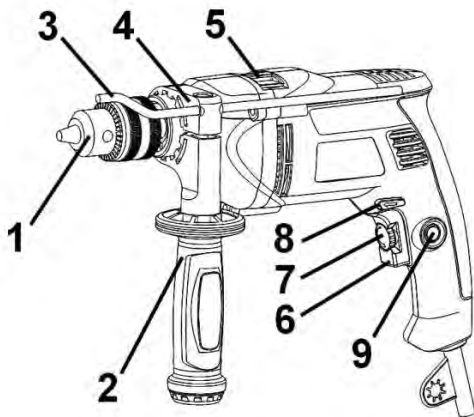

Рисунок 1
2.3.1 Виріб має два режими роботи: ударно-обертальний і обертальний. Перемикання режимів роботи виробу здійснюється переведенням перемикача (5) (див. рис.1) з одного крайнього положення в інше у бік відповідного символу режиму роботи:
- Ударно-обертальний режим - перемикач (5) повинен бути переведений до упору у бік символу **T**.
- Обертальний режим - перемикач (5) повинен бути переведений до упору у бік символу **2**.
4.2 Виберіть необхідний режим роботи виробу за допомогою перемикача (5) (див. рисунок 1). Перемикач режимів роботи виробу здійснюється переведенням перемикача (5) (див. мал.1) з одного крайнього положення в інше у бік відповідного символу режиму роботи: